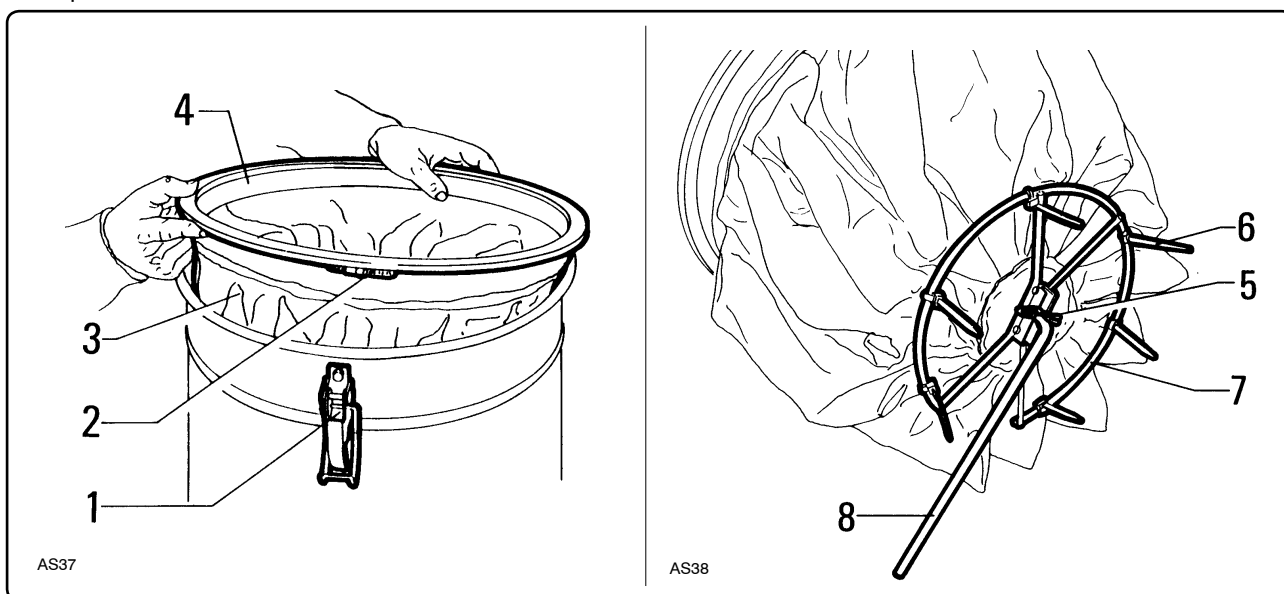

Рис. 7.5.4
- Приподнимите фильтр «3» (рис. 7.5.4). Просуньте руку в пылесос и нащупайте шплинт «5». Выньте его, сняв тем самым рычаг встряхивателя фильтра «8» с кольца «7».